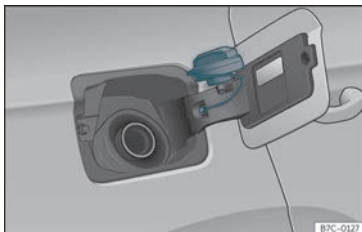

Fig. 181 Tapa del dipòsit amb el tap encaixat.
- Poseu-lo en l'espai que hi ha a la frontissa de la tapa oberta»» fig. 181.